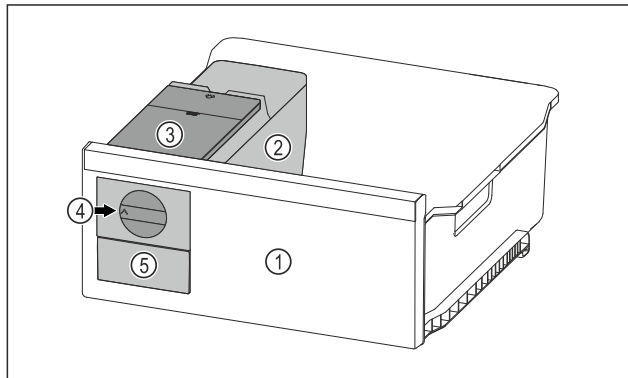

Fig. 120 Immagine a titolo di esempio
- ▶ Ruotare la manopola *Fig. 120 (4)* verso destra finché non si arresta.
- ▷ I cubetti di ghiaccio cadono dalla ciotola dei cubetti di ghiaccio nel cassetto dei cubetti di ghiaccio *Fig. 120 (5)*.